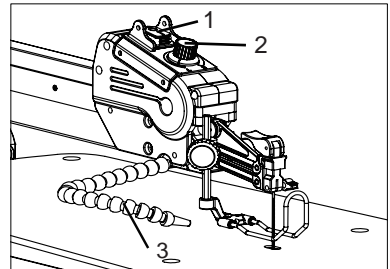

FIGURE 4
Pour de meilleurs résultats, le tube du souffleur (Fig. 4, 3) devrait être ajusté pour diriger l'air à la fois sur la lame et la pièce à travailler.
1. Pour démarrer la scie, basculez l'interrupteur Marche/Arrêt (Fig. 4, 1) à "I". Lorsque vous démarrez la scie, il est préférable de placer le bouton de contrôle de vitesse (2) à la position centrale.